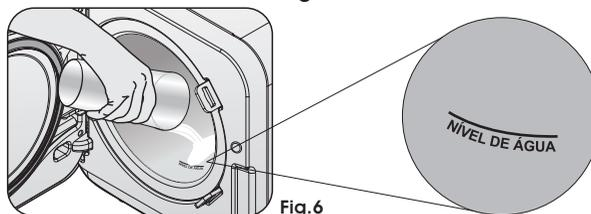

Fig.6
- c▶ Use el vaso (fig. 6) para colocar la cantidad correcta de **agua destilada** directamente en la cámara (recipiente de presión) **hasta que alcance la marca de 'nivel del agua'**.